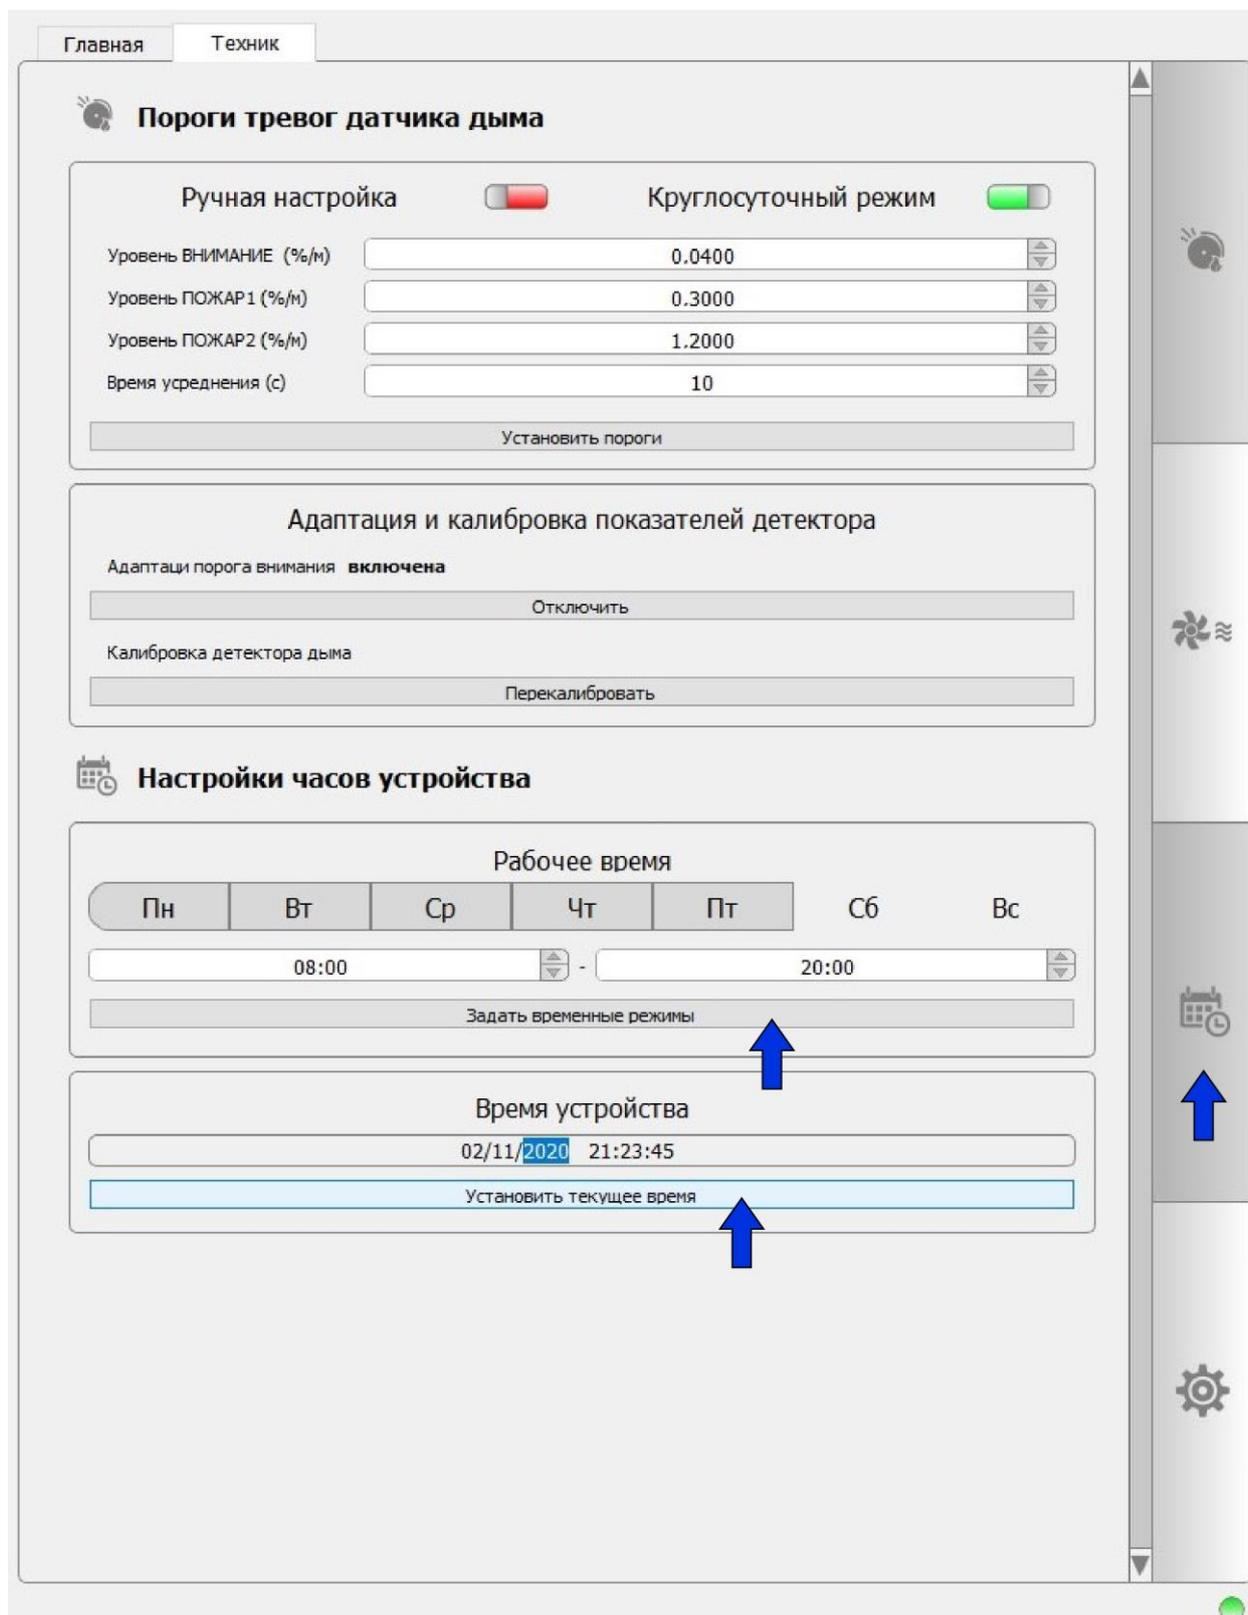

Рисунок 15 – Установка времени и даты с компьютера
5.9 Конфигурирование извещателя с использованием программы NewIPDA производится в том же порядке, что и с использованием меню извещателя с дисплеем. После запуска программы необходимо ввести пароль техника. Перед началом конфигурирования необходимо проверить дату и время, для этого откройте закладку «Настройки часов устройства» (рис. 15). Для синхронизации с временем компьютера установите курсор на закладке «Установить текущее время» и нажать левую кнопку мыши. Если предполагается работа не в круглосуточном режиме, то необходимо уточнить начало и окончание рабочего дня и задать рабочие дни (рис. 15).